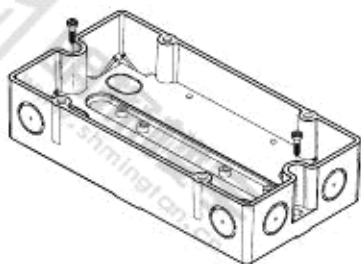

图 4
3. 使用两颗螺钉 (M4) 将其固定在平整表面 (图 4)。安装孔距离：182.0 ± 1.0mm。